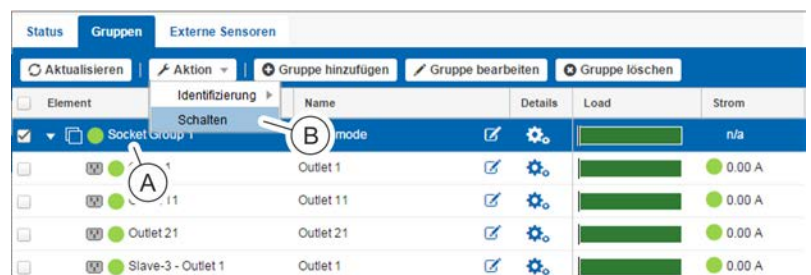

Abb. 146: Menü "Status" – Registerkarte "Gruppen"
3. ➤ Gewünschte Steckdosengruppe auswählen (Abb. 146/A).
4. ➤ Über „Aktion → Schalten“ (Abb. 146/B) das Fenster "Schalten" aufrufen.
- Gewünschte Steckdosengruppe auswählen (Abb. 146/Ⓐ).
- Über „Aktion → Schalten“ (Abb. 146/Ⓑ) das Fenster "Schalten" aufrufen.